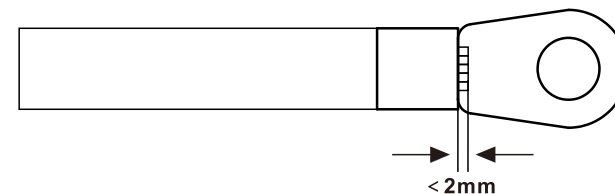

图5.8 线缆压接
4. 将剥去绝缘层的线芯穿入OT端子的导体压接区内，并用液压钳压紧（如图5.8）。